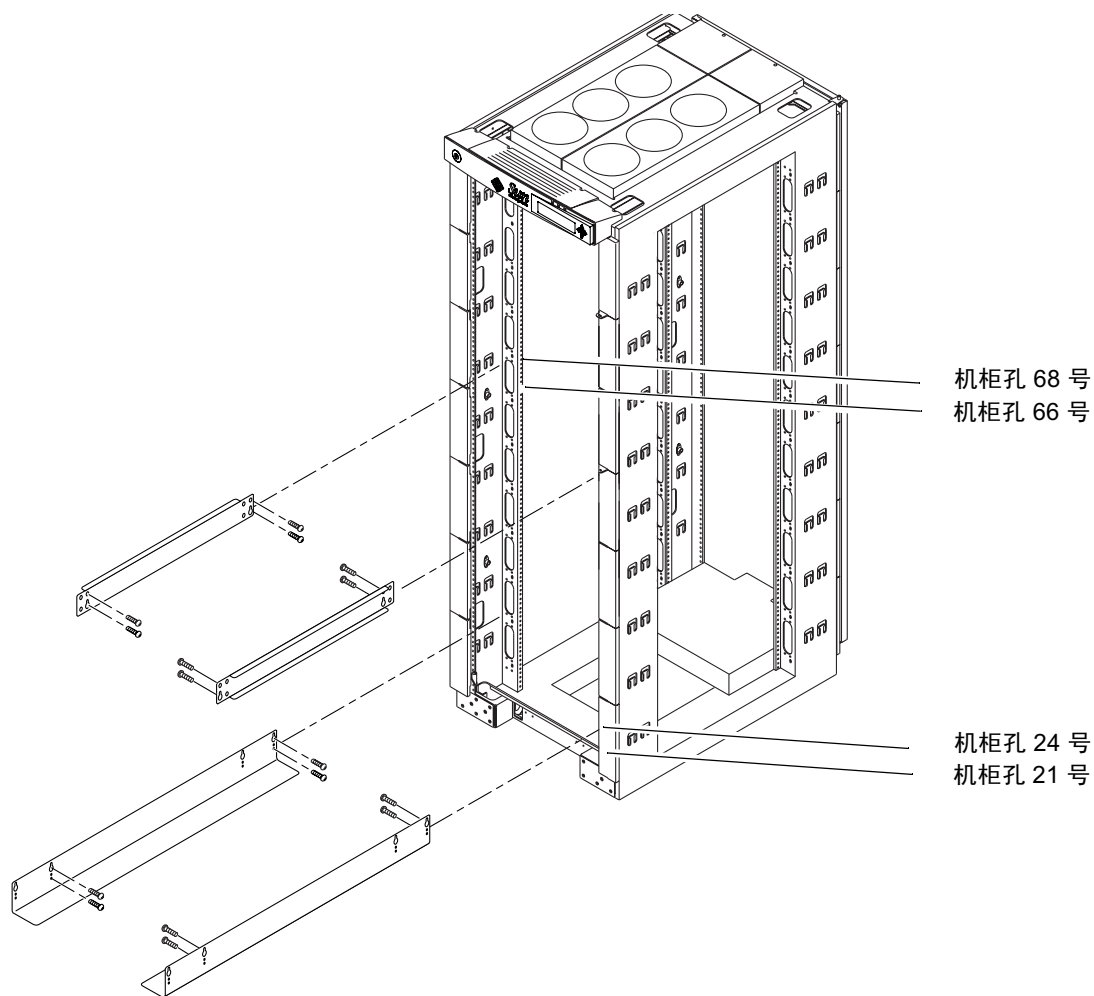

图 2-1 导轨安装（Sun Fire 机柜）
1. 将滑轨连接到 Sun Fire 机柜上，每个滑轨使用四个螺丝（两个用于吊架孔，两个用于吊架孔上的插槽）。机柜孔的编号如图 2-1 所示。